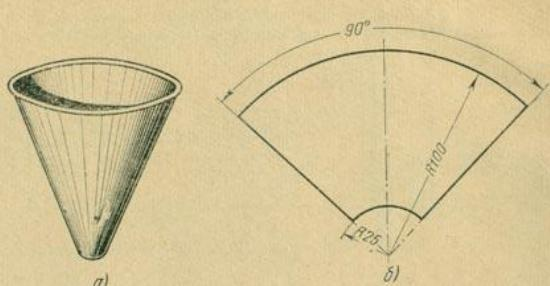

Рис. 15. Воронка
11. Разметить на жести развертку воронки (рис. 15) с припуском на швы.